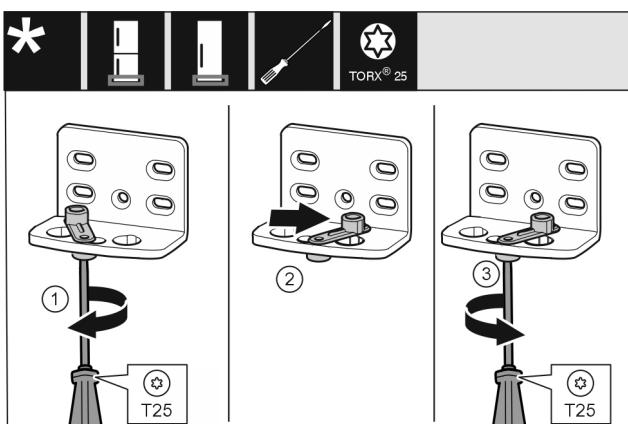

Fig. 10
- Открутите винт отверткой T25. Fig. 10 (1)
- Приподнимите фиксатор двери и поверните в отверстии на 90° направо. Fig. 10 (2)
- Затяните винт отверткой T25. Fig. 10 (3)